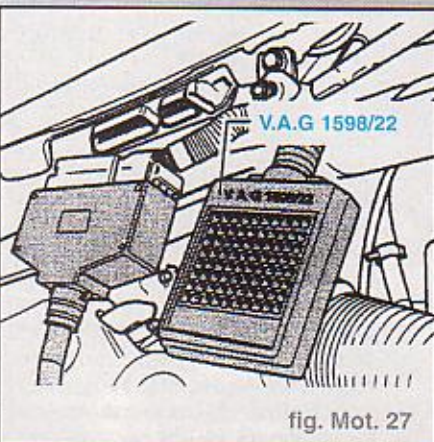

fig. Mot. 27
- brancher le boîtier de contrôle VAG 1598/22 sur le câblage de l'appareil de commande (fig. Mot. 27)
- brancher le boîtier de contrôle **VAG 1598/22** sur le câblage de l'appareil de commande (fig. Mot. 27)